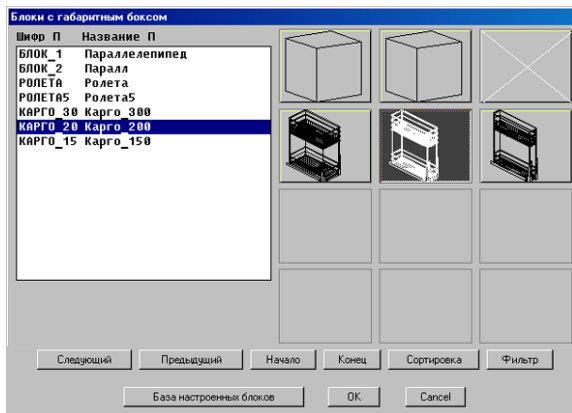

Рис. 3.31 Выбор блока из базы
*Текущая <КАРГО_300> / Выбор / Укажите образец (блок с габаритным боксом): указать на блок уже установленный в проекте для вставки аналогичного, либо нажать Enter для вставки текущего блока (последний вставленный блок запоминается как текущий) либо активизировать опцию “Выбор”, см. рис. 3.31 стр. 69 для выбора блока из базы.
Внимание! При выборе блока из базы (опция “Выбор”) в диалоговом окне доступна кнопка “База настроенных блоков” см. рис. 3.31, по нажатию которой выполняется вставка группы настроенных блоков с условиями установки.
Для объединения элементов в группу и определения условий установки следует к уже установленному в проект блоку применить операцию **Операции >> Для блока и фурнитуры >> Условия установки**. Созданная группа может быть сохранена в базу “База настроенных блоков” командой **Базы >> Сохранить блок или фурнитуру в таблицу** для последующей вставки в проект уже группой, кнопка “База настроенных блоков” рис. 3.31, стр 69.